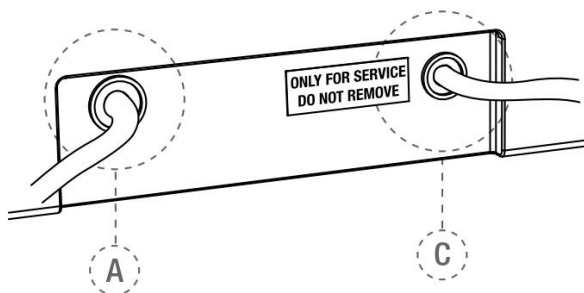

Abb. 2 Rückseite der Steuereinheit
b. Stecken Sie den Stecker des Batterieladegeräts in die passende Buchse (A - siehe Abb. 2) auf der Rückseite des Geräts (Details siehe Kapitel 7.3.3.).
d. Stecken Sie das Fußschalterkabel in die Buchse auf der Rückseite des Geräts (C - siehe Abb. 2).
Orange blinkend: Batterieladegerät ist korrekt an die Buchse A (siehe Abb. 2) auf der Rückseite des Geräts angeschlossen und Batterie wird geladen. Wenn sich das Gerät ausschaltet und das Batterieladegerät angeschlossen wird, schaltet sich das Gerät wieder ein, und die folgende Nachricht erscheint auf dem Display: